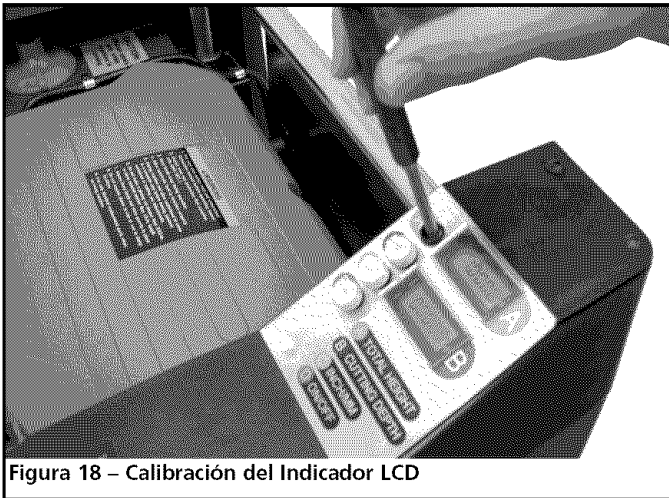

Figura 18 – Calibración del Indicador LCD
- Extraiga el botón 'A', y con un punzón u objeto similar, insértelo en el orificio del botón y presiónelo. El indicador A mostrará 1.0000" o 25.4 mm (vea la Figura 18, página 25).